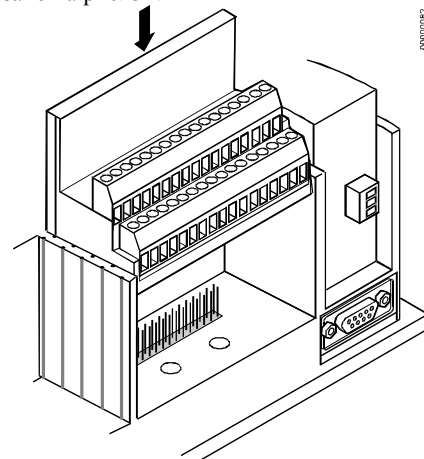

Рис. 34. Установка блоков контактов с винтовыми зажимами
13. Установите блоки контактов на корпус контроллера, как показано на рис. 34.